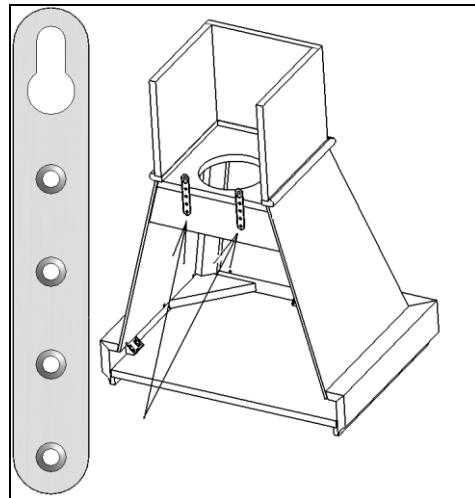

Рис. 13
1. Прикрепить при помощи шурупов 4x16 к задней планке короба два нерегулируемых подвеса мм (Рис. 13).